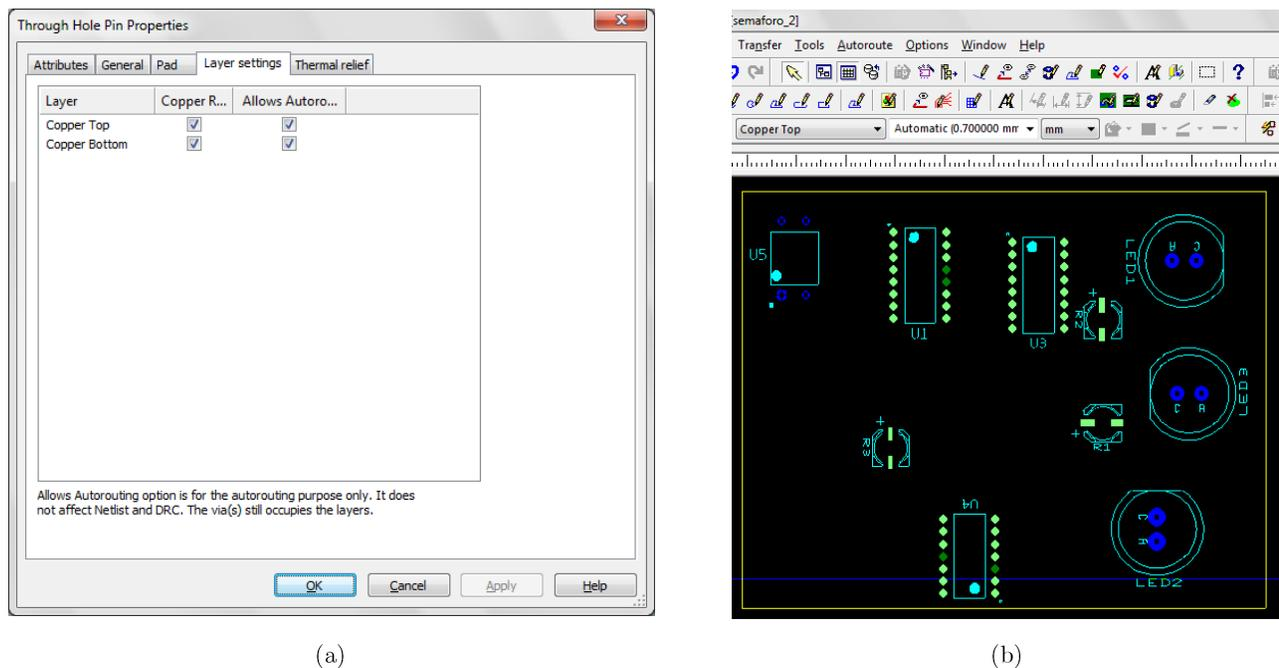

Figura 3.7 – (a) Layer Settings. (b) Thermal relief
- **Aba 'Layer Settings':** habilita-se (ou desabilita-se) determinadas configurações dos layers como, por exemplo, a possibilidade de se executar nestas camadas o 'Autorouting' (Figura 3.7(a)).
Após ajustar todos os pinos, o tamanho do PCB e posicionar cada componente na placa como (conforme exemplo da Figura 3.7(b)), o próximo passo é a ligação dos pads/pinos.